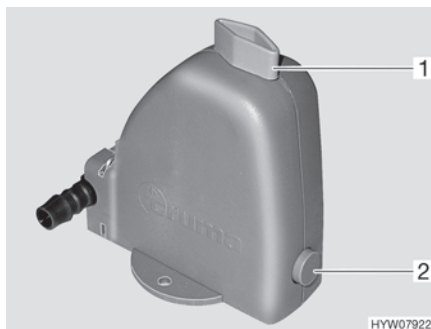

Bild 124 Säkerhets-/avtappningsventil
Värmesystemet är utrustat med en säkerhets-/avtappningsventil (Bild 124). Säkerhets-/avtappningsventilen gör så att vattnet i varmvattenberedningen inte fryser till is när det är frost och värmesystemet inte är påslagen.
- Stäng säkerhets-/avtappningsventilen. Ställ vredet (Bild 124,1) diagonalt mot säkerhets-/avtappningsventilen och tryck in tryckknappen (Bild 124,2).
- Öppna säkerhets-/avtappningsventil. Vrid då vredet (Bild 124,1) mot säkerhets-/avtappningsventilen. Tryckknappen (Bild 124,2) skjuts ut. Nu töms varmvattentanken via säkerhets-/avtappningsventilen utomhus.